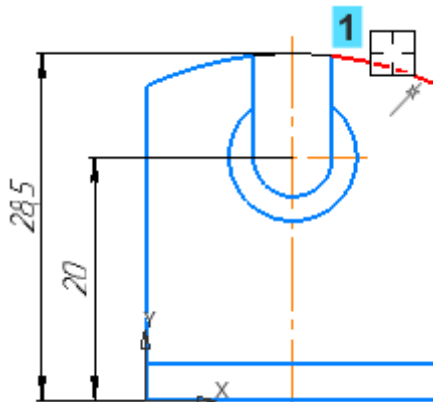

Рисунок 1
- Укажите мышью дугу. (рисунок 1)